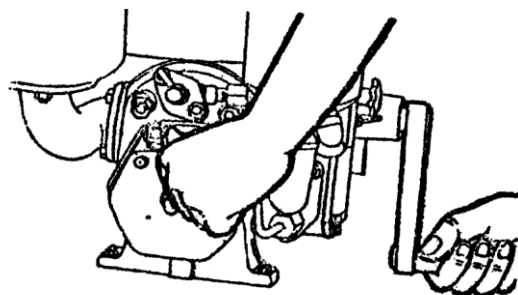

рис. 3
- Переведите рычаг декомпрессии левой рукой и додержите его, чтобы ввести в действие декомпрессионное устройство. Запустите двигатель, поворачивая правой рукой рукоятку запуска двигателя. Если двигатель начинает «кашлять», ускорьте вращение рукоятки и внезапно отпустите рычаг декомпрессии, продолжая при этом усиленно вращать рукоятку запуска двигателя. После этого двигатель запустится, и будет работать самостоятельно (Рис.3).